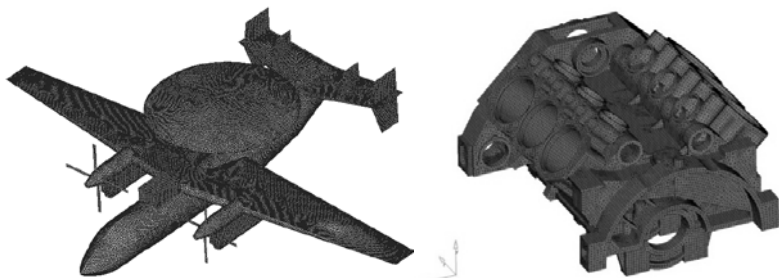

图 9-71 二维网格模型示例
2) 二维网格。HyperMesh 工具具有强大的二维网格自动划分功能。针对 FEKO 软件三角形网格需求，HyperMesh 工具可生产高质量的三角形网格。二维网格模型示例如图 9-71 所示。